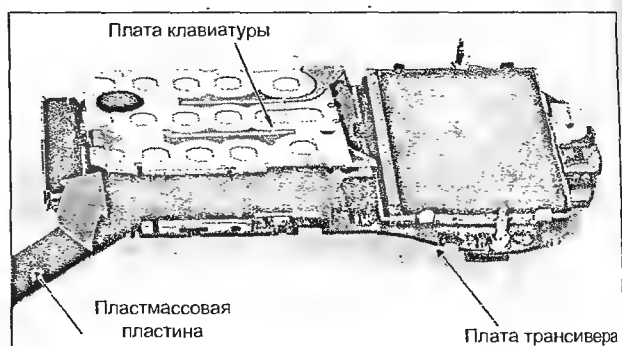

Рис. 4.13
- используя специальный инструмент для разборки, осторожно извлекают плату клавиатуры из соединителя на плате трансивера (рис. 4.13) и снимают ее;